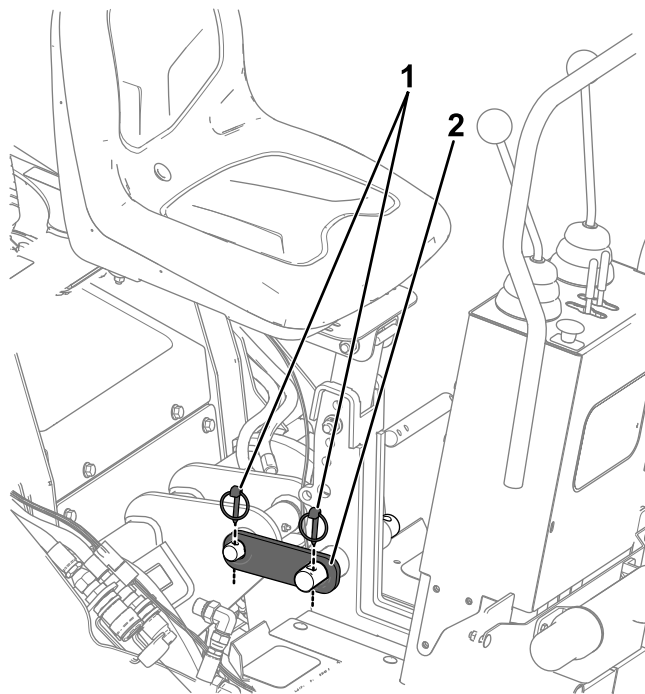

Figure 4
3. Posez une bride d'attache comme montré à la Figure 4. Sécurisez la bride d'attache avec 2 goupilles de blocage.